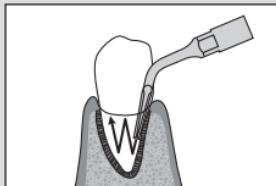

Fig. 3
- Non muovere solo in direzione mesio-distale e bucco-linguale, ma anche sull'asse verticale, come per irrorare l'apice (azione di leggero pompaggio). A questo punto, prestare attenzione al getto dell'acqua (Fig. 3).